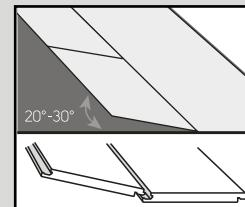
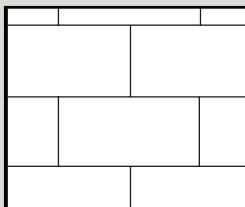
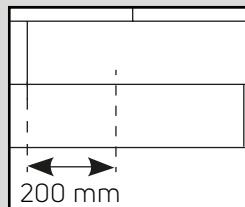

Fig. 3
Fig. 3a
Fig. 3b
- Beginnen Sie die zweite Reihe, indem Sie Feder und Nut ineinander klicken lassen – halten Sie hierzu die Fliese oder Dielie in einem Winkel von etwa 30° und drücken Sie die Fliese oder Dielie fest in die Nut der ersten Reihe. Verlegen Sie jetzt die nächste Dielie/Fliese, indem Sie Feder und Nut der kurzen Seite zusammenfügen. Fügen Sie nun Feder und Nut der langen Seite zusammen, indem Sie die Dielen/Fliesen zusammen anwinkeln (Abb. 3). Fliesen und Dielen sollten „versetzt“ verlegt werden, sodass niemals vier Ecken aufeinandertreffen (Abb. 3a und Abb. 3b).